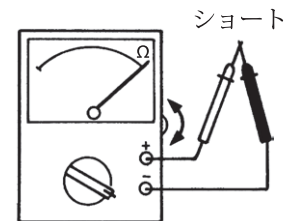

図 5-7 ゼロオーム調整
- ①レンジスイッチを適切な Ω レンジに合わせます。
- ②赤色と黒色のテストリードをショートさせて、テストリード先端の溝同士をしっかりと合わせます。メーターの指針が Ω スケールの”0”を指示するように0 Ω 調整器を回します。この操作を**ゼロオーム調整**といいます。〔図5-7〕